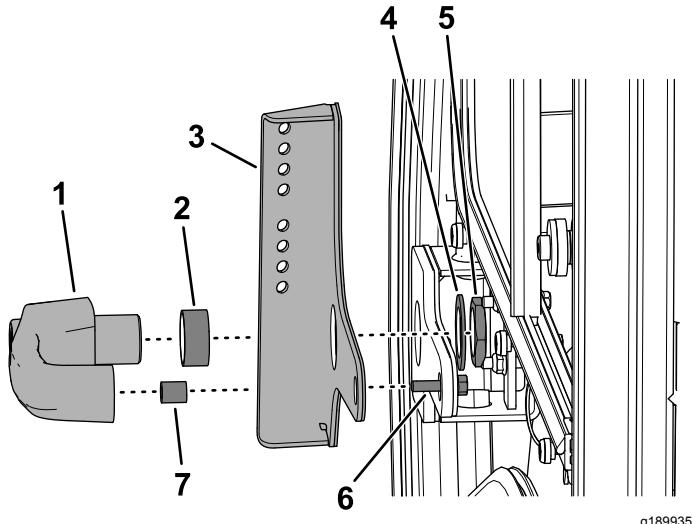

Figura 4
5. Instale el tirador de la puerta junto con el soporte de montaje del retrovisor adherido, usando la tuerca, la arandela, el perno con arandela prensada (6 x 25 mm) y los 2 espaciadores que se retiraron anteriormente (Figura 4).